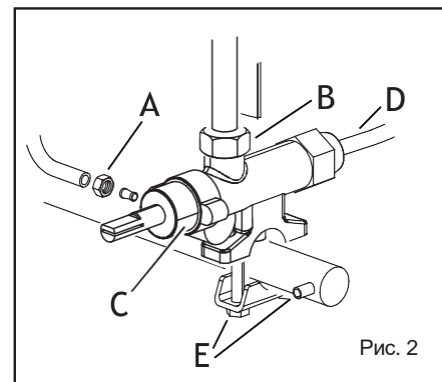

Рис. 2
- Отверните штуцеры подвода (например, рис. 2/E) и отвода газа (рис. 2/A и B);
- отверните термопару (рис. 2/D);
- Отверните термопару от крана (рис. 2/D);